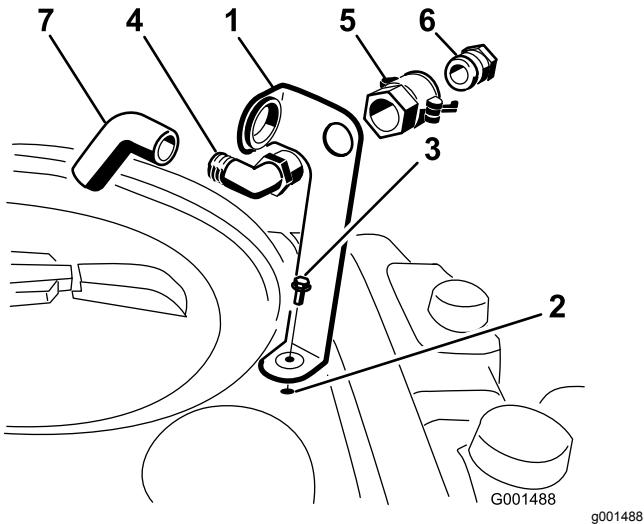

図3
- タンクに開けてあるねじ穴に合わせて補給口ブラケットをセットし、フランジヘッドボルト5/16 x 3/4"で固定する図3。
- 90度エルボのねじ切りしている側をブラケットに通し、クイックカップラでブラケットに固定する図3。
- クイックカップラにホースアダプタを取り付ける図3。
- カップラについているレバーをアダプタ側に倒してロックし、ヘアピンコッターで固定する図3。
- 逆流防止ホースを、ブラケットの大きな開口部に通してから、90度エルボに取り付ける図3。